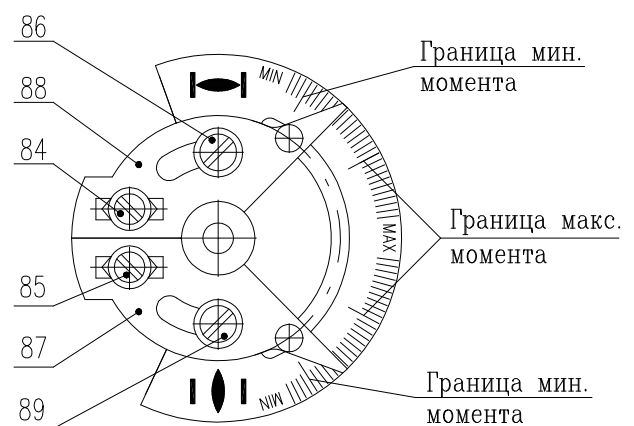

Рис.4
- ради безопасного использования ЭП надо присоединить внешнюю и внутреннюю защитную клемму. Настройка внешней и внутренней защитной клеммы (**Рис.4**). Для запрессовки провода в внешнюю защитную клемму, надо использовать щипцы для изолированных ушка HP3 (fy CEMBRE).
**Проверка моментных выключателей (рис. 4,5).** При движении ЭП в направлении « закрыто » и при подключенных моментных выключателях для «моментного переключения» переключить контакты выключателя S2 путем нажатия выключающего контакта **(24) (рис. 5)** соответствующего выключателя. При правильном подсоединении ЭП должен остановиться. При подключении моментных выключателей для «сигнализации» будет наблюдаться только сигнализация на коробке управления панели.
### 4.1 Настройка блока момента (Рис. 4 и 5)
- моментное колесо (рис. 4)
**Моментное колесо** (рис. 4) укреплено на моментном валике выходящем от силовой передачи (рис. 2). Угол поворота моментного колеса пропорционален крутящему моменту на выходном валу ЭП. Его величина устанавливается перестановкой сегментов (17) и передвижением упоров (18) (рис. 4). Достигнутая величина крутящего момента переносится от моментного колеса на моментное устройство (9) при помощи моментного рычажка (42) (рис. 5).
Настройка момента выключения с помощью сегмента(17), **(Рис. 4)**, возможно исполнить только в рамках отмеченного интервала MIN – MAX на моментном диске в соответствующем диапазоне моментов ЭП.
Настроение момента выключения возможно исполнить только на стенде, который дает возможность измерения крутящего момента в установленном диапазоне по таблице спецификации, грубой регуляцией(17) и тонкой регуляцией(18), Рис.4